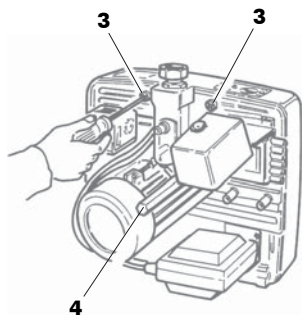

fig.2
- Svitare le viti **3** e il perno centrale **4** (fig.2).